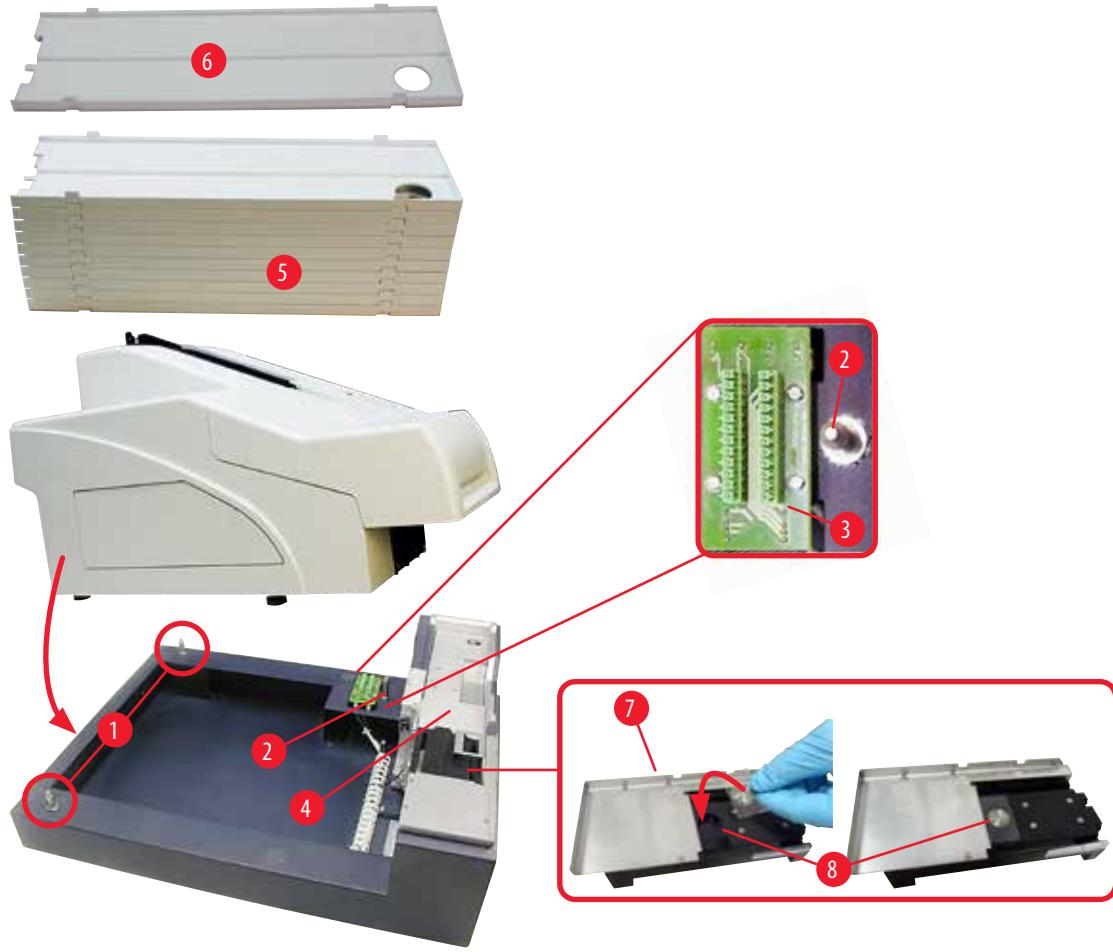

图 12
4. 握住打印机的两侧 (左侧和右侧)，先使打印机两颗后侧螺栓 (→ "图 12-1") 恰好卡入底板中，如 (→ "图 12") 所示。